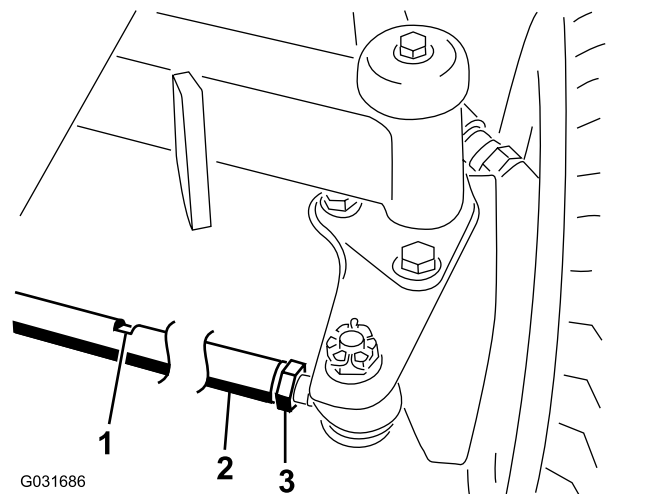

Figure 62
2. Desserrez l'écrou de blocage à chaque extrémité de la bielle (Figure 62).